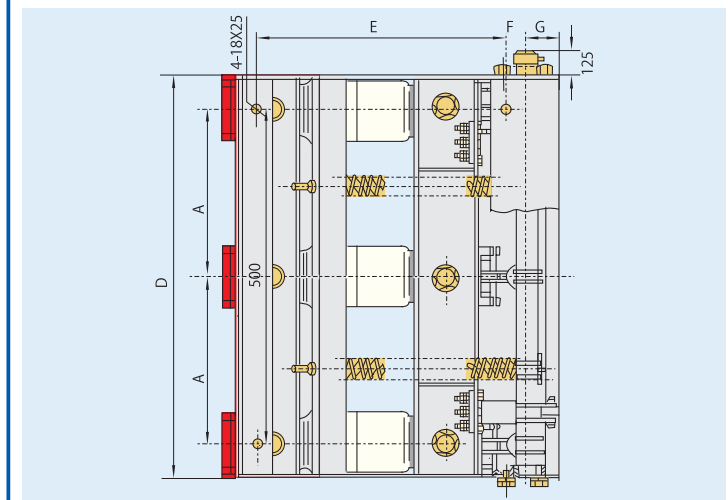

Рис.6.1 Внешний вид и монтажные размеры выключателя серии ZN28A-12
6. Внешний вид и размеры (см. рис. 6.1, 6.2)